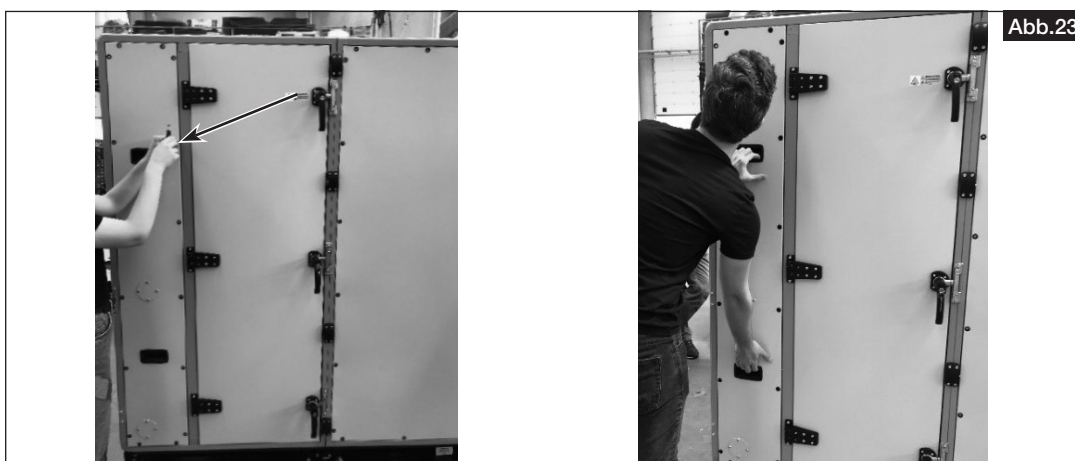

Abb.23
1. Öffnen Sie die Verriegelung und drehen Sie die Handgriffe in Richtung gegen den Uhrzeigersinn, um die Türen zu öffnen (Abb. 23).